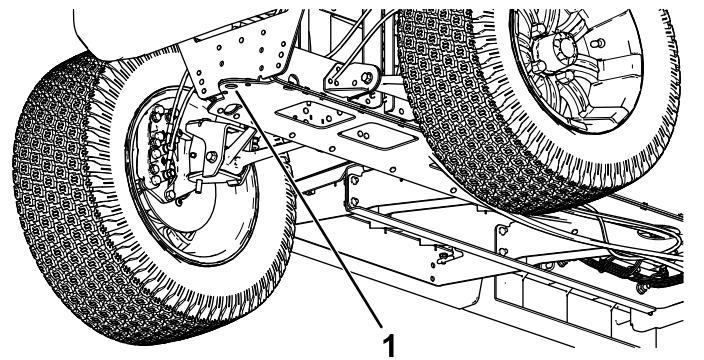

Figura 29
- El punto de elevación de la parte delantera de la máquina se encuentra en la parte delantera del bastidor, detrás del punto de remolque (Figura 29).